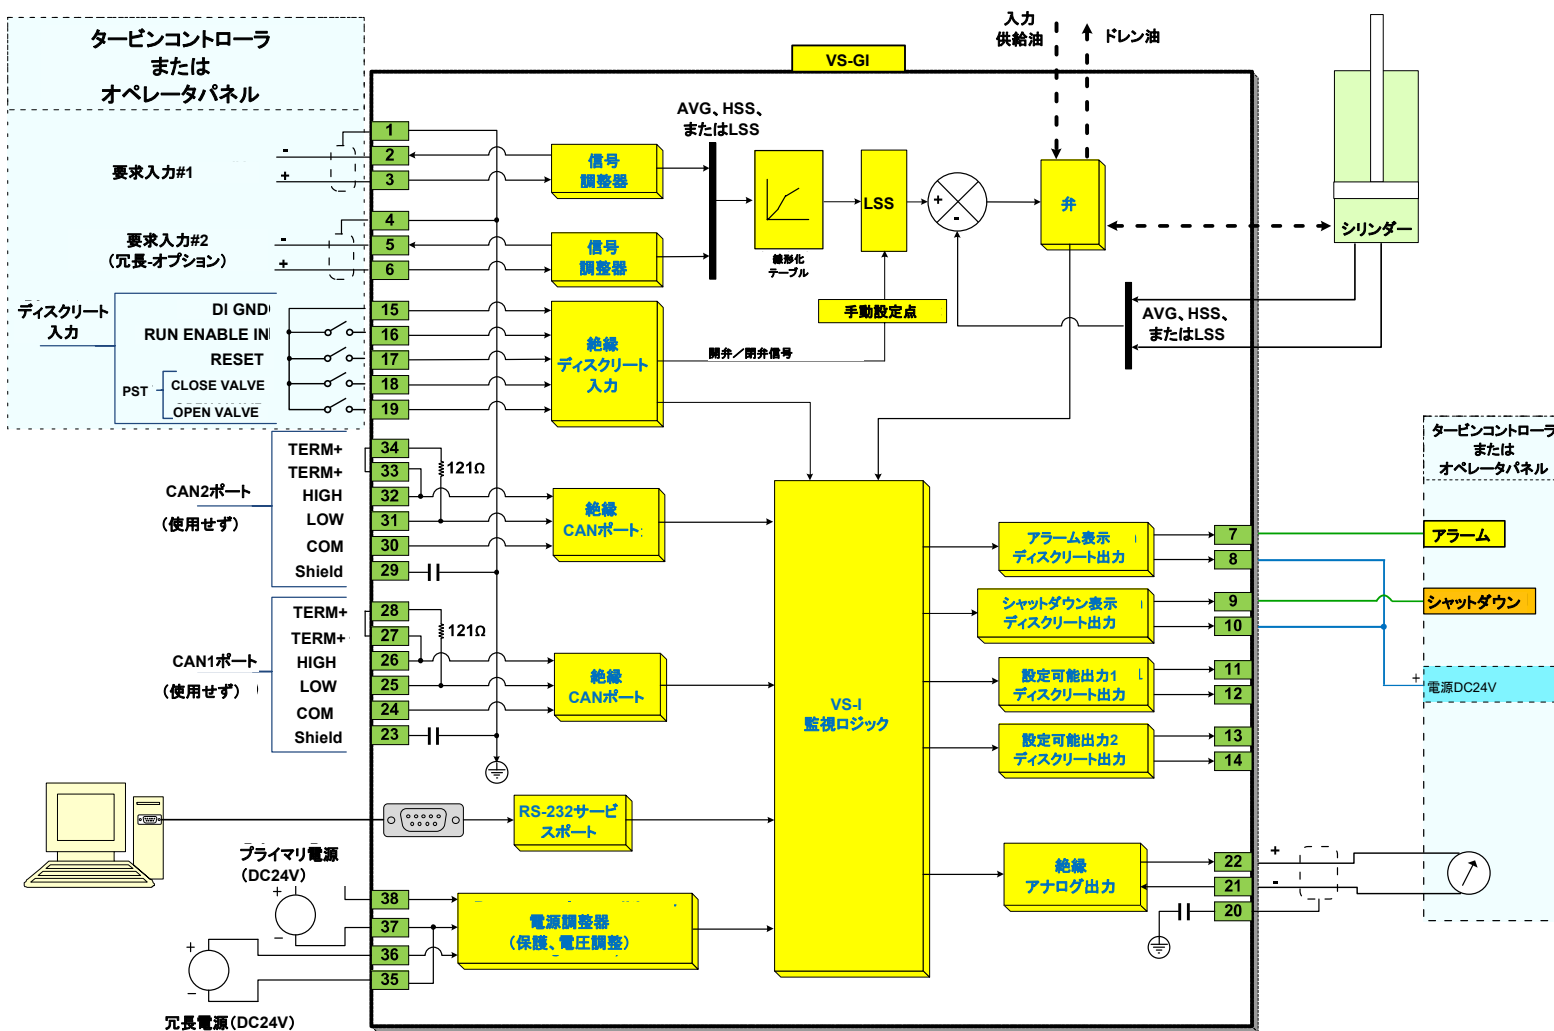

図 4-6. VariStroke-TTV インターフェース図
- ディスクリートのみ:** VariStroke-TTVアクチュエータのディスクリート入力#4は開弁コマンドとして機能します。弁がリセットモードのとき、T&TVを設定レートで開動作させるコマンドを出すことができます。VariStroke-TTVアクチュエータのディスクリート入力#3は閉弁コマンドとして機能し、T&TVが開いているときに、設定レートでT&TVを閉動作させることができます。開弁／閉弁速度はVariStrokeサービスツール内で設定することができます。図4-6 VariStroke-TTVインターフェース図を参照してください。
- ディスクリートとアナログ要求1(Low信号選択):** 開弁／閉弁の2つのディスクリート入力とアナログ4～20mA入力要求信号#1を使用して、TTVアクチュエータの位置を設定します。この設定では、2つの要求信号の低い方(低い方の信号値)が位置を決定します。図4-6 VariStroke-TTVインターフェース図を参照してください。
- ディスクリートとデュアルアナログ(Low信号選択):** 開弁／閉弁の2つのディスクリート入力と2つのアナログ4～20mA入力要求信号#1／#2を使用して、TTVアクチュエータの位置を設定します。この設定では、3つの要求信号の低い方(低い方の信号値)が位置を決定します。図4-6 VariStroke-TTVインターフェース図を参照してください。